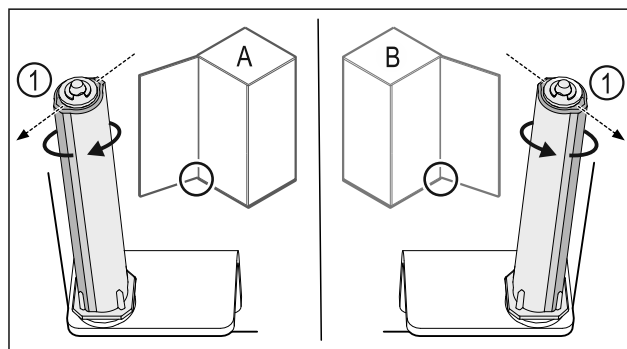

Fig. 23 Okretanje nalijevo (A) / okretanje nadesno (B)
- ▶ Okrećite sustav zatvaranja do kraja dok lamela sustava zatvaranja Fig. 23 (1) ne bude usmjerena prema van.